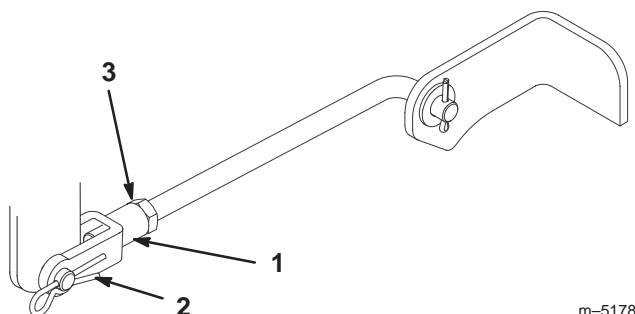

Bild 43
- Entfernen Sie zum Einstellen der Schnittemesserneigung in Längsrichtung den Splint von den vorderen Drehzapfenjochs und lockern Sie die Klemmmuttern (Bild 43).
- Drehen Sie zum Verändern der Einstellung die Jochs an den Stangen (Bild 43). Ziehen Sie zum Anheben der Vorderseite des Mähwerks die Jochs fest (Verkürzen der Stangen). Lockern Sie zum Absenken der Vorderseite des Mähwerks die Jochs (Verlängern der Stangen).